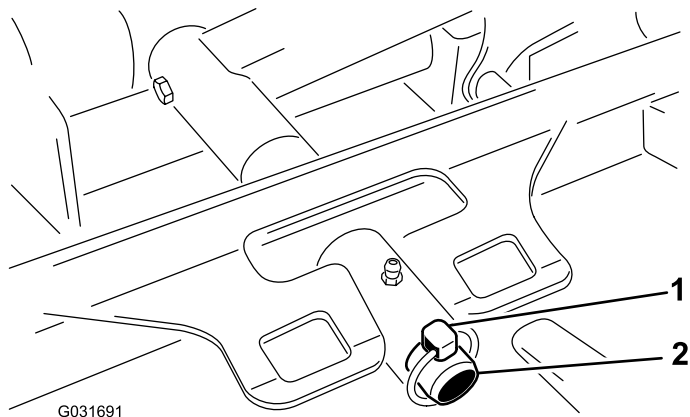

Figura 64
3. Retire el pasador de seguridad que sujeta el bastidor de tiro de la carcasa a la barra de giro del brazo de elevación (Figura 64).
3. Desplace el bastidor de tiro de la carcasa sobre la barra de giro del brazo de elevación y fíjelo con el pasador de seguridad (Figura 64).